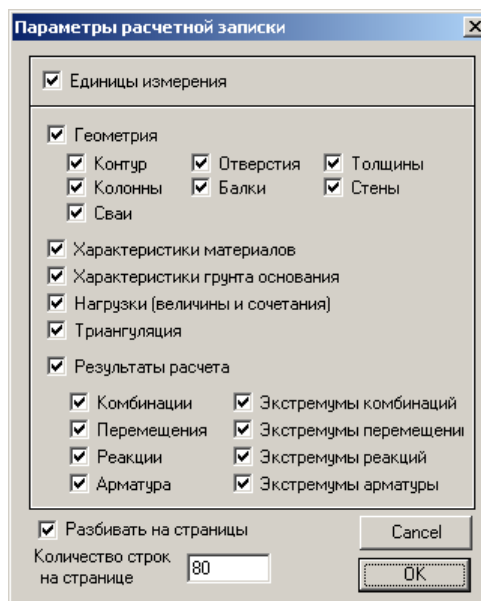

Рис.2.6.1. Окно диалога Параметры расчетной записки
- В открывшемся окне диалога **Параметры расчетной записки** (рис. 2.6.1) все параметры оставьте по умолчанию.